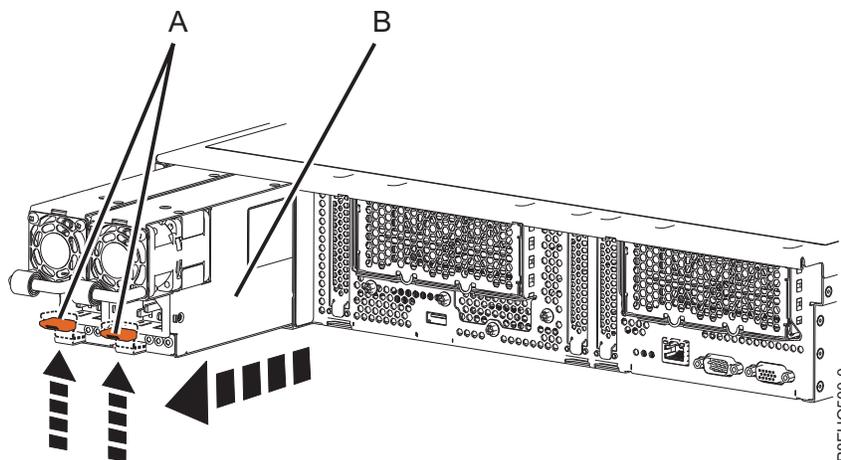

Figura 52. Removendo uma fonte de alimentação do sistema
- a. Para desprender a fonte de alimentação de sua posição no sistema, puxe para cima a guia de travamento terracota (A). Consulte Figura 52.
- b. Segure a alça da fonte de alimentação com uma mão e empurre a fonte de alimentação (B) parte do caminho para fora do sistema.